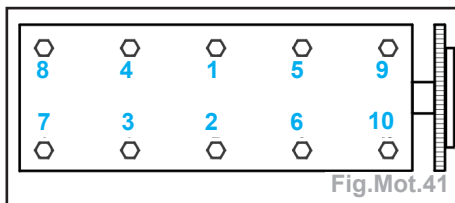

Fig.Mot.41
- Serrer les vis de culasse dans l'ordre indiqué à l'aide de l'outil [9] (Fig.Mot.41) :